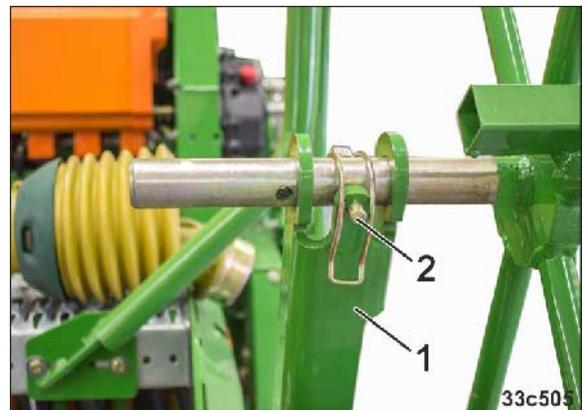

Fig. 115
15. Extraer la rueda estrellada del soporte de transporte (Fig. 115/1). La rueda estrellada está asegurada con un pasador clavija (Fig. 115/2).
- 3.2 Sujetar la rueda estrellada en el soporte de transporte (Fig. 115/1) y asegurar con el pasador clavija (Fig. 115/2).